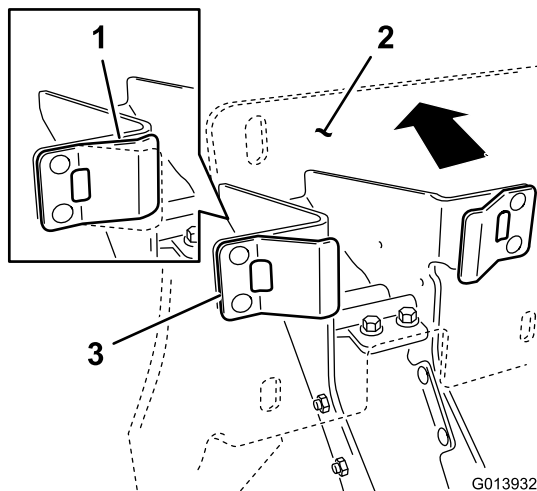

图 9
- 确保塑料挡块与弹簧凸耳接触对托架的背板总成施加足够的压力以将弹簧凸耳压缩到中间图 9。